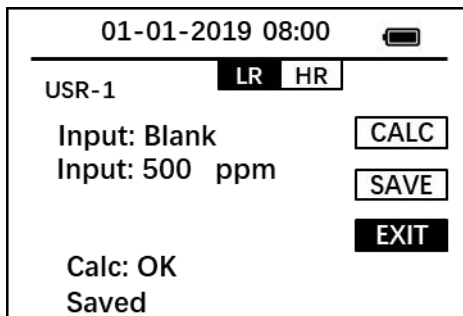

图14 保存校准
5. 按OK键 选择 **SAVE** 保存校准，界面显示 Saved，即校准曲线保存完成；如图 14所示。
7. 按OK键 选择 **SAVE** 保存校准，界面显示 Saved，即校准曲线保存完成；如图 14 所示。